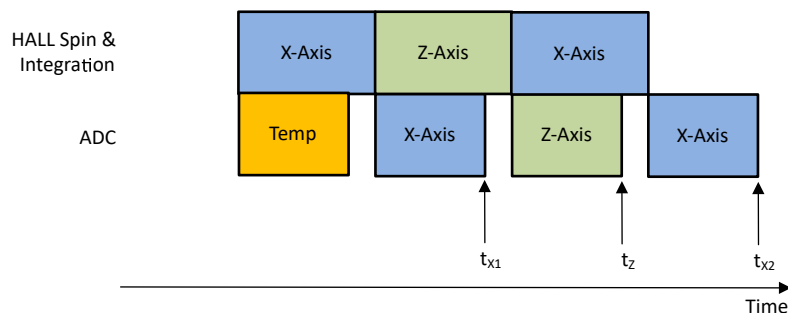

図 7-3. XZX 磁界変換
絶対角度測定では、正確な角度を計算するには、複数の軸からのアプリケーション センサ データが必要です。同じシグナル チェーンを使用して異なる時間に収集された磁界データは、角度計算に誤差を生じさせます。TMAG5173-Q1 は、疑似同時サンプリング データ収集モードを備えているため、この誤差を除去できます。図 7-3 に、MAG_CH_EN が 1011b に設定されて XZX データを収集する例を示します。式 13 は、X センサと Z センサのデータのタイム スタンプが同じであることを示しています。
- t_{x1} 、 t_z 、 t_{x2} は、図 7-3 で定義されているように、X、Z、X センサのデータ完了のタイム スタンプです。